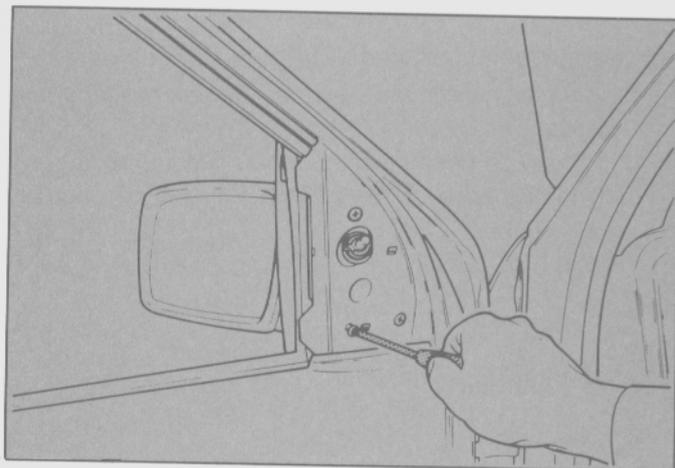

Fig. 170
- Extraer los tornillos de sujeción y retirar el espejo. (Fig. 170).